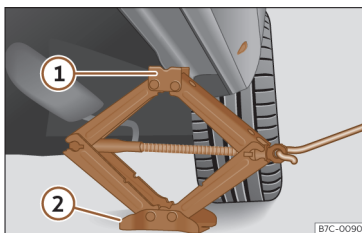

Fig. 44 Larguero: colocación del gato del vehículo.
- Gire la manivela del gato, situado bajo el punto de apoyo del larguero, para elevarlo hasta que la pestaña ① >>> fig. 44 quede situada bajo el alojamiento previsto.
- Alinee el gato de modo que la pestaña ① “agarre” en el alojamiento previsto del larguero y la placa base móvil ② quede apoyada en el suelo. La placa base ② debe caer en la vertical respecto al punto de apoyo ①.